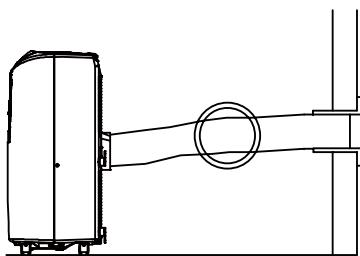

FIG. 11
- Évitez de plier ou de courber le tuyau d'évacuation pour empêcher l'accumulation d'humidité dans le tuyau, ce qui provoquerait une surchauffe et une panne de l'appareil. Les figures 11 et 12 indiquent la position correcte.